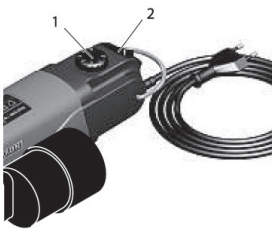

Fig. 2
1. Ligar o aparelho premindo o interruptor **2** (Fig. 2) e ajustar, dependendo de cada trabalho, o número de rotações com a ajuda do botão **1**.